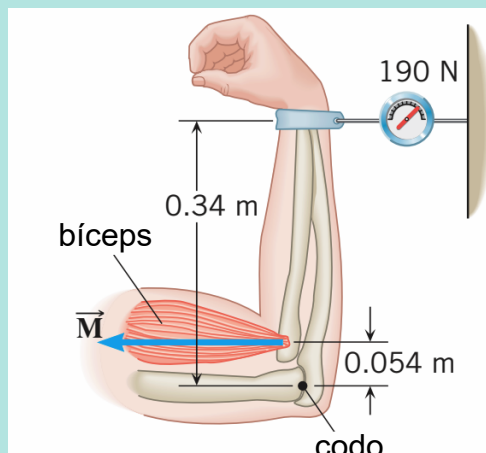

Figura 5: Figura de referencia.
2. Una persona ejerce una fuerza horizontal de 190 N en el aparato de prueba que se muestra en la figura 5. Determina la magnitud de la fuerza  $\vec{M}$ .